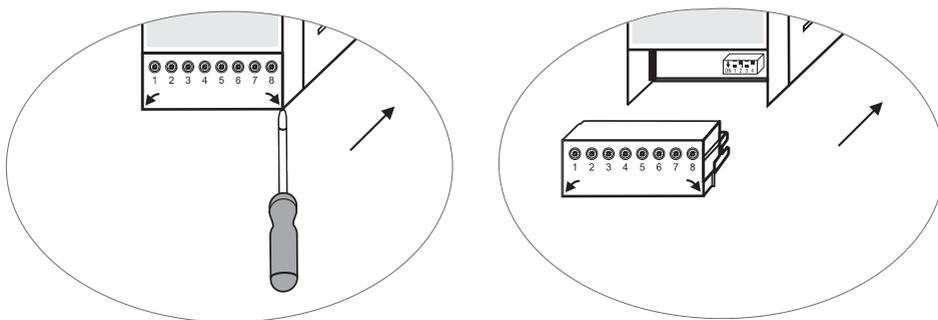

Fig. 22
- Staccare la morsettiera superiore e inferiore (Fig. 22)